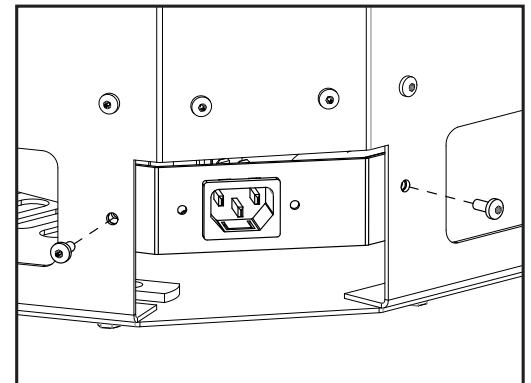

Figure 85: Déconnexion de la prise électrique
1. Déconnecter la plaque de sortie IEC (voir la Figure 85).